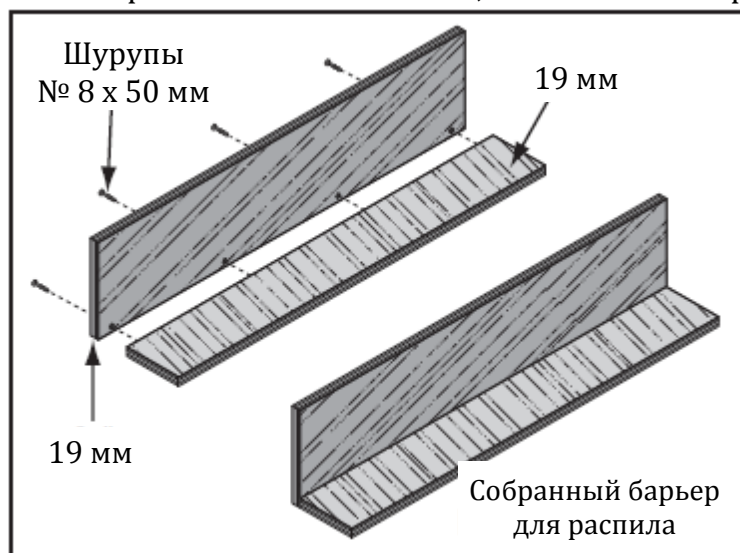

Рис. 55. Барьер для распила
3. Нанести клей на торец доски шириной 76 мм, затем зажать струбциной доски под углом 90° с большей доской в вертикальном положении, как показано на рис. 55, соединить шурупами.